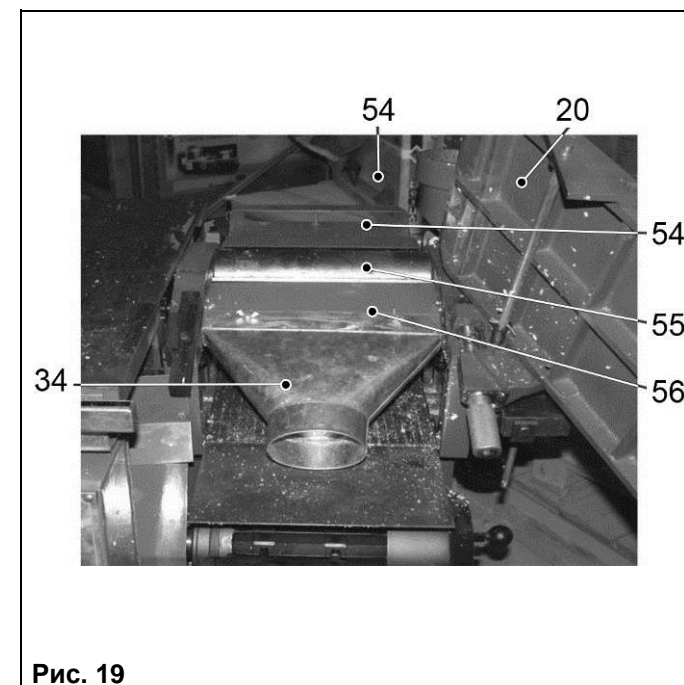
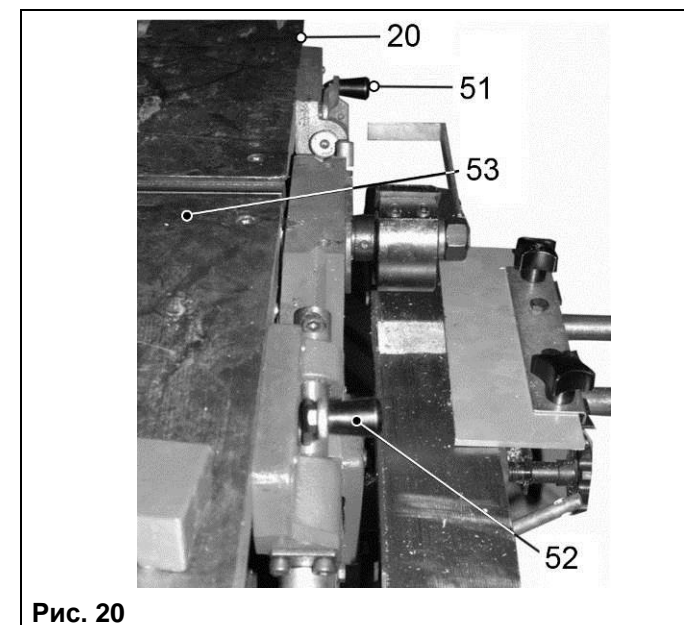

Рис. 19
Рис. 20
- повернуть ручки замков (51 и 52), поднять подающий (20) и приёмный (53) столы, снять патрубок пылесборника (34) с лотка (56), Рис. 19, 20;
- поверните ручки замков (51 и 52), Рис. 20. Поднимите стол подачи (20) и приёмный стол (53), установите и закрепите патрубок пылесборника (34) на лотке (56). Опустите стол подачи (20) и приёмный стол (53). Ручками замков (51 и 52) зафиксируйте положение, Рис. 19, 20;
- для удаления древесной стружки и пыли из рабочей зоны соедините патрубок пылесборника (34), Рис. 19, с пылесосом для сбора стружки и древесной пыли (см. раздел 11.).